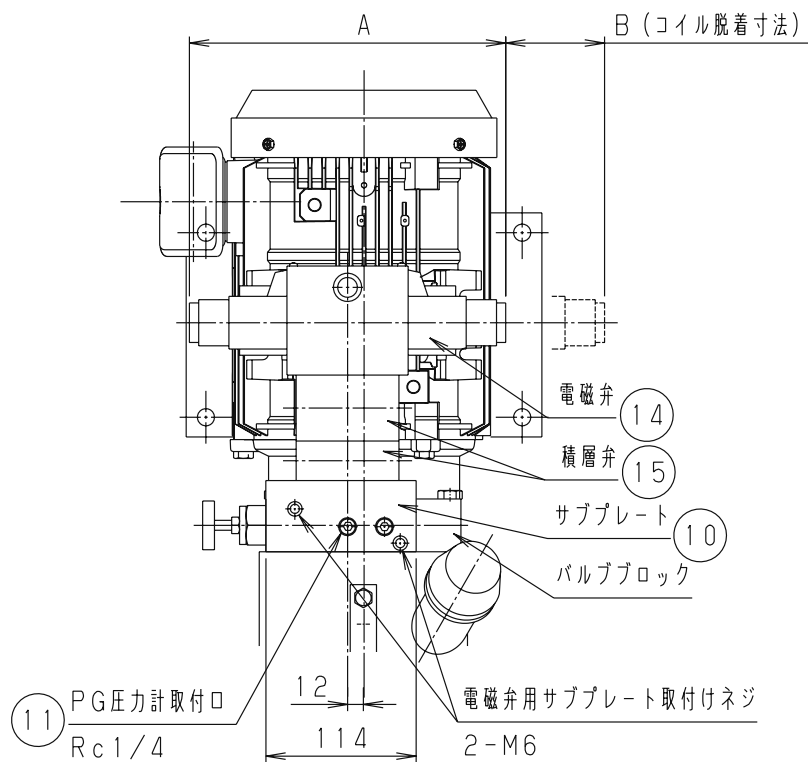

図5 正面図
5-2 オプション品 (図5、6、7参照)
- (1) 回路内の圧力確認のために、圧力計を取り付けることをお勧めします。
- (2) 本機オプション品（電磁弁付き）には、Pポートの圧力を確認するためのR c 1 / 4の圧力計取付けポートがあります。（図5参照）
- (3) 圧力計取付けポートにチェック弁付きカップラーを取付け、必要時のみ圧力測定を行うようにすれば、圧力計の数量も少数で、しかも圧力計の耐用年数も延ばすことができます。
- (1) モーター及びポンプ寿命、油温上昇の上から、定格圧力内で使用して下さい。
- (2) 電源には必ずブレーカーを組込んで下さい。モーターの焼損の恐れがあります。
- (3) 電源コードの上に重いものを絶対に乗せないで下さい。火災や感電の原因になります。
- (4) 静電防止及び感電防止のために、端子箱または、モーターベースにあるアース端子にアース線を接続して下さい。
- (5) アンロード弁設定圧力範囲内では、ポンプの騒音、振動、脈動が非常に大きくなりますので、無負荷運転時は、できる限り低い圧力で使用することをお勧めします。
- (6) バルブブロック(図2)及び、電磁弁用サブプレート(図5)には数ヶ所、六角穴付きプラグ(詰栓)がありますが、R1、R2ポート、圧力計取付けポート以外は、運転中又は、停止時においても絶対にゆるめないで下さい。本機の機能を損なうことがあります。
- (7) 使用条件により、かなり油温が上昇することがあります。特にリリーフ弁の長時間作動や流量制御は発熱の原因となります。できるだけ60℃以下の油温でご使用下さい。この油温を越える時は、運転条件を楽にするか補助タンクやクーラーを別に取り付けるようにして下さい。
- (8) アンロード弁の切り換え過渡状態での長時間使用は、極端な油温の上昇のほかポンプ寿命を短くしますので使用しないようにして下さい。